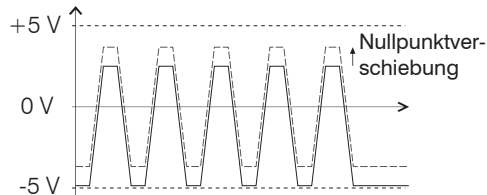

Abb. 14 Ausgangssignal am Controller, optimaler Nullpunkt
- ➡ Verschieben Sie mit Hilfe des Potentiometers „Zero“ den Nullpunkt, bis sich ein symmetrisches Ausgangssignal einstellt, siehe Abb. 14.